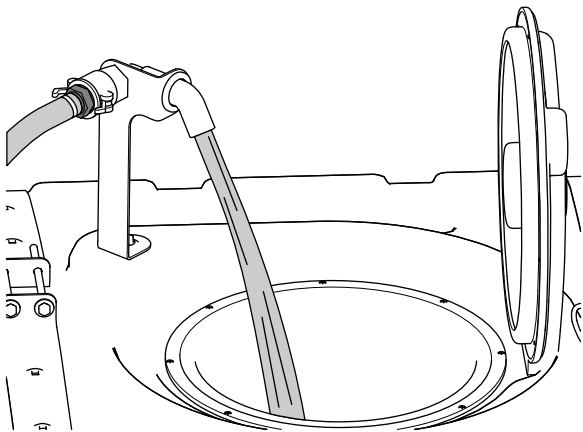

Figure 24
5. Ajoutez les 3/4 de l'eau nécessaire dans la cuve (Figure 24).